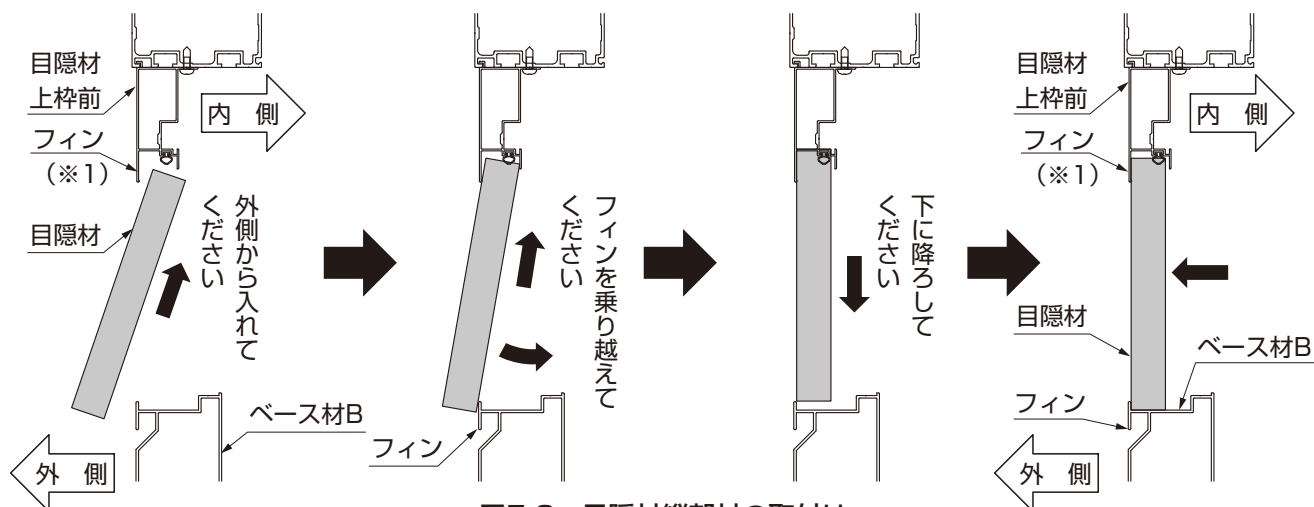

図5-2 目隠材縦部材の取付け
- 目隠材は外側から目隠材上枠前のフィン内側に引っ掛けるように入れ、ベース材Bのフィンを乗り越えたら外側に押付けてください。(図5-2参照)